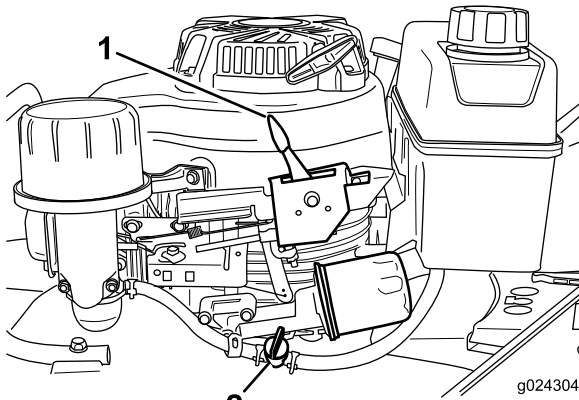

Figura 14
2. Abra la válvula de combustible (Figura 14).
3. Mueva la palanca de control del acelerador (Figura 14) a la posición de Estárter.
Suelte la barra de control de las cuchillas y mueva la palanca de control del acelerador (Figura 14) a la posición de Parada.
Nota: Cierre la válvula de combustible (Figura 14) a menos que vaya a volver a arrancar el motor en breve.